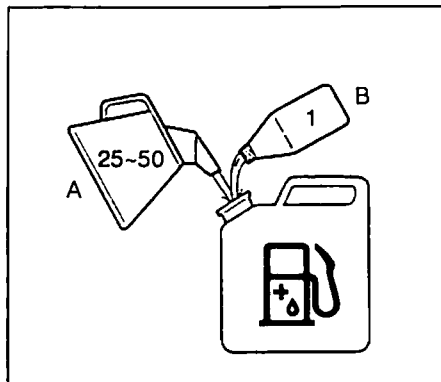

Fig. 2-1
### (En) Fuel (Fig. 2-1)
### (Fr) Carburant (Fig. 2-1)
- Avant de le mettre en marche, toujours  **Combustible** (Fig. 2-1) éloigner le coupe-bordure de l'endroit où l'on a fait le plein.